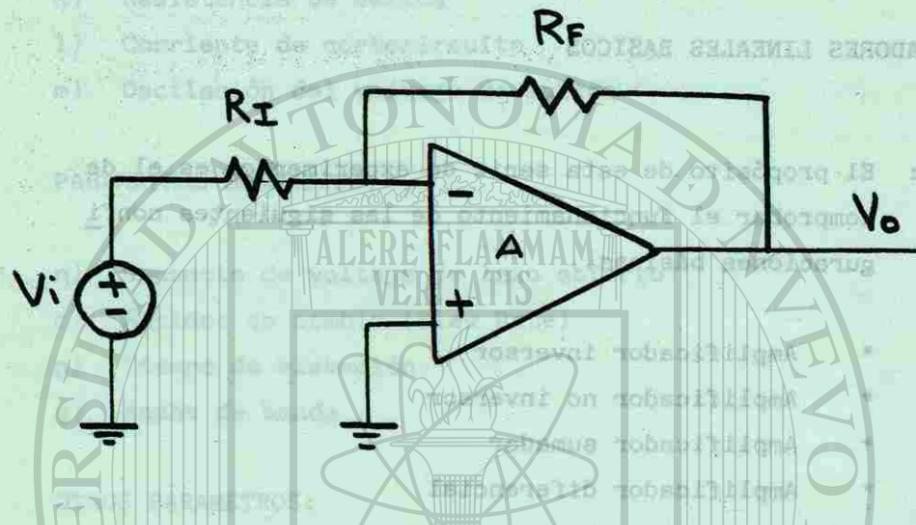

FIGURA 1. AMPLIFICADOR INVERSOR
**AMPLIFICADOR INVERSOR:** El circuito de la figura 1, constituye un amplificador inversor básico cuyas ecuaciones de operación son:
Implemente el circuito de la figura 1 y aplique una onda senoidal en la entrada del amplificador. Con ayuda del osciloscopio ajuste el generador de funciones para obtener una onda seno de 1000 Hz.